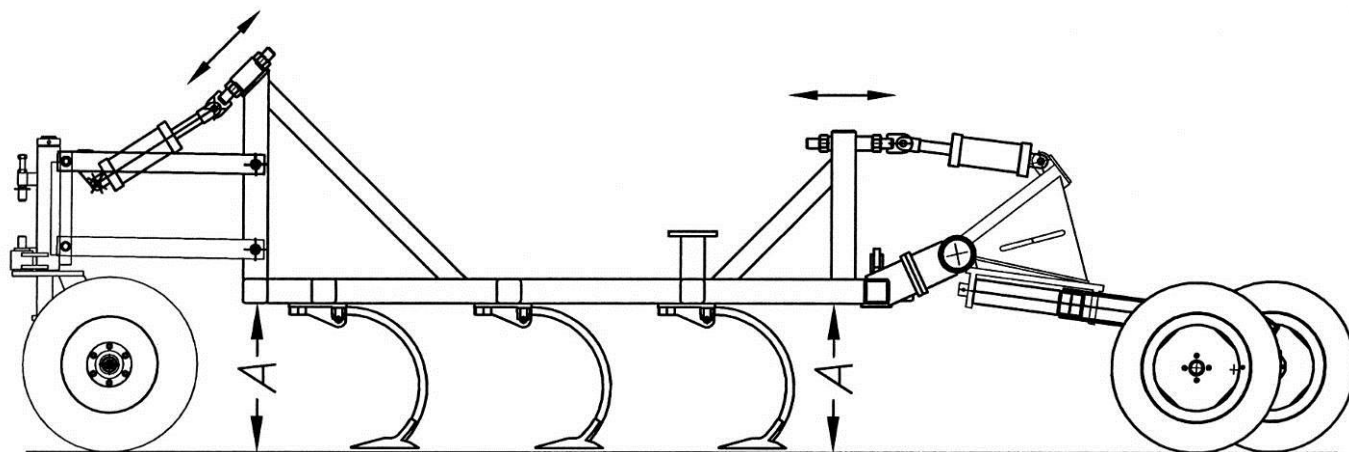

Рис. 6.4.9. Регулировка уровня боковых рам
4. Подтягивая или опуская гайки на передних и задних регулировочных болтах боковых рам, установить все сошники посевного агрегата на одном уровне от земли, т. е. на уровне сошников главной рамы. Пользоваться ключом в размер 55 мм (60мм с 2012г) (рис. 6.4.9).
**Примечание.** Регулировку уровня рам можно проводить также, измеряя расстояние A от самой рамы до земли спереди и сзади (рис.6.4.9).